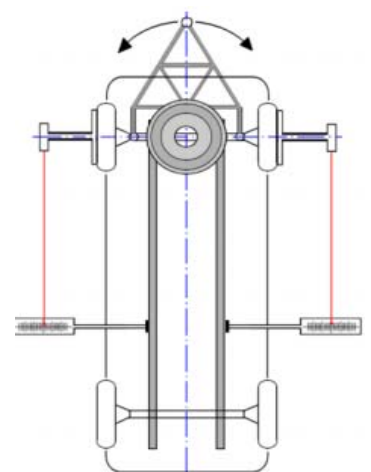

Рис.14
- Ось транспортного средства на тяговом брус должна быть выровнена таким образом, чтобы лазерный луч показывал на шкале одинаковое значение с обеих сторон. (Рис. 14)